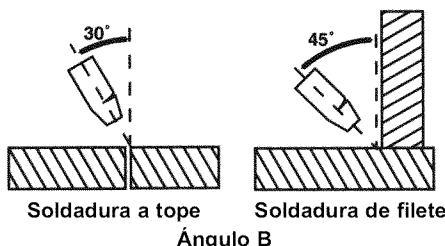

Figura 10. Posición de la pistola, Ángulo B
- El ángulo B (Figura 10) puede variarse por dos razones: para ver mejor el arco en relación al charco de soldadura fundida y para dirigir la fuerza del arco.